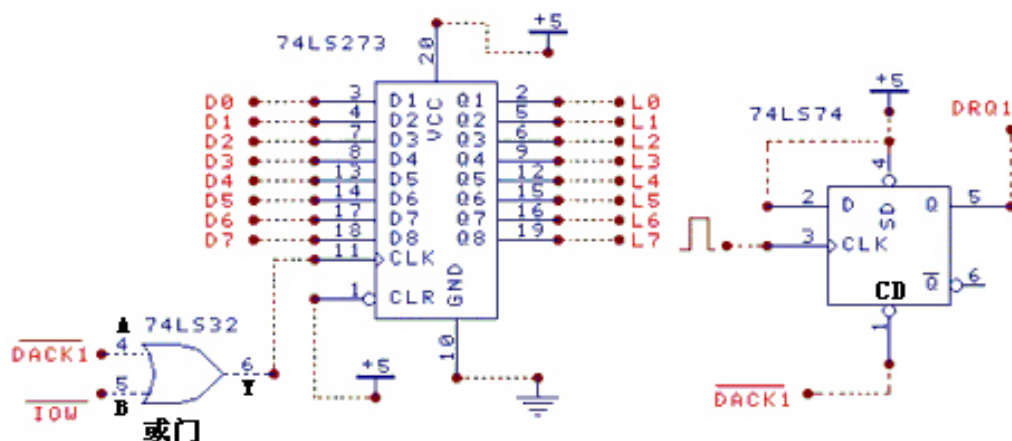

图4-11-2
- 2、用通用插座按图4-11-2连接好电路 (74LS74利用实验台上的D触发器)。编程将主机内存缓冲区D4000H, 偏移量为0的10个数据, 使用Demand Mode DMA方式从内存向外设传送。